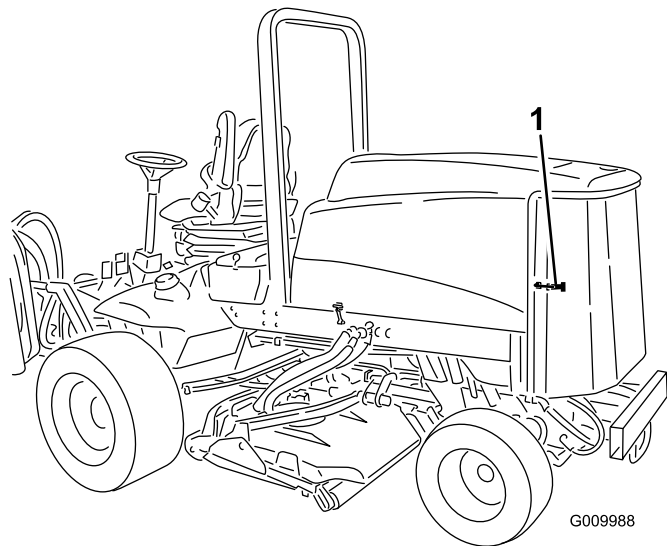

Figura 50
1. Sbloccate la griglia posteriore ed apritela (Figura 50). Ripulite accuratamente la griglia da tutti i detriti.